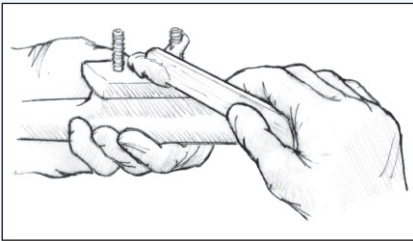

Abbildung 17 Streichen Sie die Unterseite des Beschlags und das Schraubengewinde mit angedicktem Epoxidharz ein.
4. Füllen Sie mit 404 oder 406 Füllstoff angedicktes Epoxidharz (Erdnussbutterkonsistenz) in das Loch ein. Füllen Sie eine ausreichende Menge der Mischung ein, so dass das Loch nach dem Eindrehen der Schraube keine Hohlräume aufweist. Streichen Sie die Unterseite des Beschlags und das Schraubengewinde mit angedicktem Epoxidharz ein (Abbildung 17).